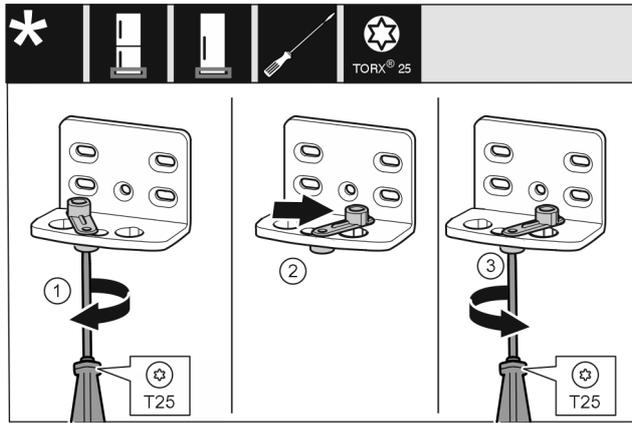

Fig. 23
- ▶ Schraube mit Schraubendreher T25 lose schrauben. Fig. 23 (1)
- ▶ Türschließhilfe anheben und um 90° nach rechts in Bohrung drehen. Fig. 23 (2)
- ▶ Schraube mit Schraubendreher T25 festschrauben. Fig. 23 (3)